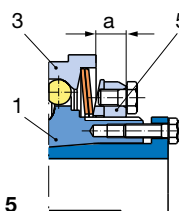

Fig. 5
- Exécutions à glissement et synchrone (tailles 01-3) : la cote «a» correspond à la distance entre la face frontale de l'écrou de réglage (5) et la face frontale de la pièce de commande (3), fig. 5.